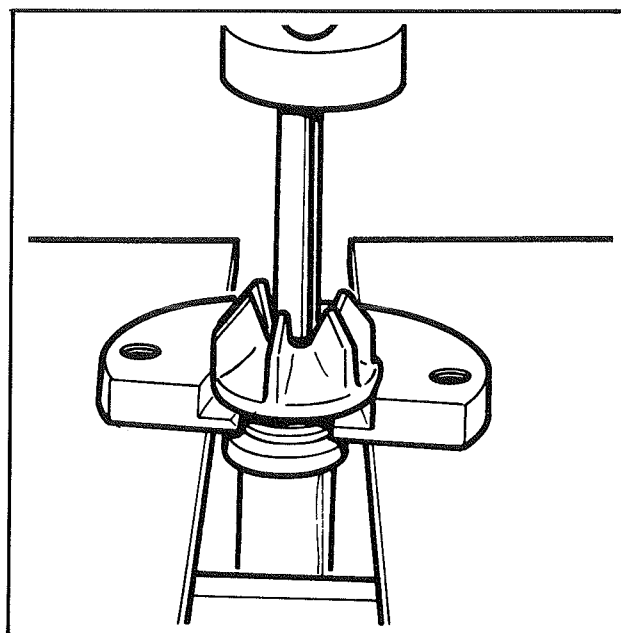

Fig. 4
- Extraire la turbine de l'axe de pompe à eau à la presse ou à l'aide de l'extracteur 15525 F et de la plaquette 20900 D (fig. 4).